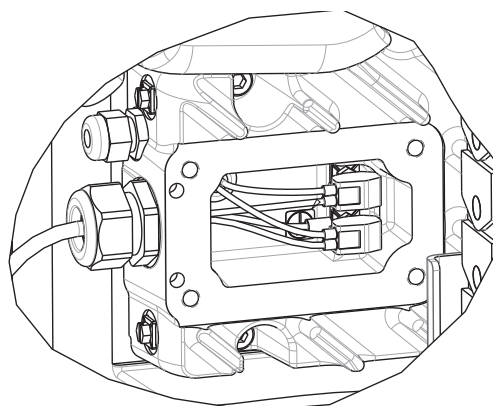

Fig. 38: Cables en el alojamiento del controlador
- a. Si utiliza un sistema de suministro de elevador simple, apague el interruptor de desconexión rojo (AZ).
- b. Si utiliza un sistema de suministro de elevador en tándem, apague el interruptor de desconexión rojo (AZ) solo en la unidad de suministro del elevador de la que se retire el controlador.
4. Desconecte la alimentación del controlador (AB):
- a. Retire la cubierta del alojamiento del controlador (HC).
- b. Desconecte los cables que hay dentro del alojamiento del controlador. Consulte la Fig. 38.